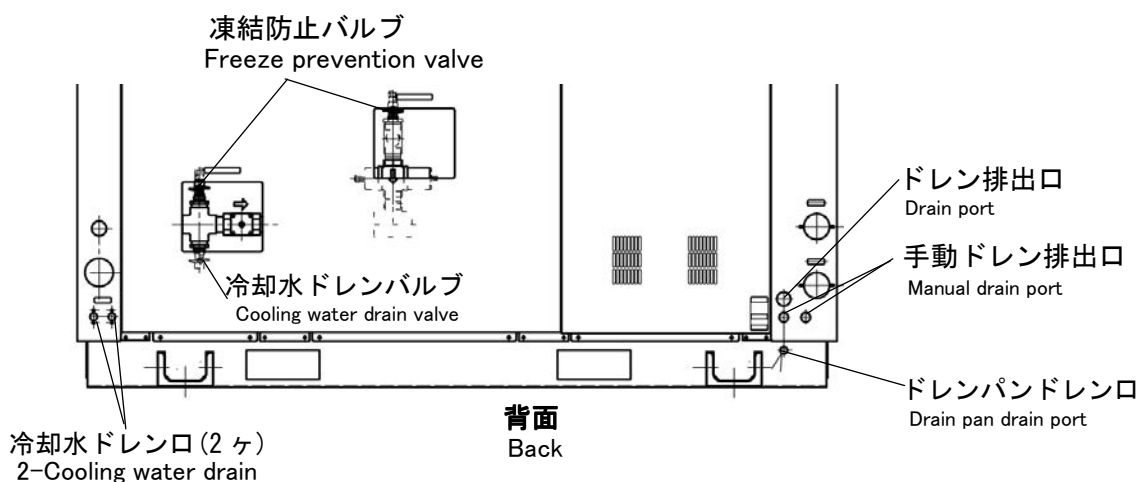

図1 Figure 1
- 3) エアコンプレッサからエアドライヤの間の配管には立ち上がりを設けないでください。やむを得ず立ち上がりを設ける場合は、バルブまたはドレントラップを取り付け、水が抜けるようにしてください。(図1)
Do not allow a rise in the piping from the air compressor to the air dryer. If you cannot avoid a rise, install a valve or drain trap so that water can discharge. (See Fig. 1.)
1. 図1に示すドレンパンドレン口 (R3/8) に配管してください。
Attach R 3/8 piping to the drainpan drain port of Figure 1.
1. 図 1 に示す冷却水ドレン口 (Rp1/4) のプラグを外し、配管してください。配管の途中には別途バルブを設け、通常はバルブを閉じてください。
Remove the plug from the cooling water drain (Rp 1/4) of Figure 1 and attach piping. Install a valve along the piping and keep it normally closed.
3.7 項図 1 に示す凍結防止バルブを開いてください。凍結防止バルブは、本機内の制水弁をバイパスします。凍結防止バルブを開かないと、本機停止中は制水弁が閉じているので冷却水は循環しません。本機を運転する場合は、必ず凍結防止バルブを閉じてください。
Open the freeze prevention valve of Figure 1 in section 3.7.